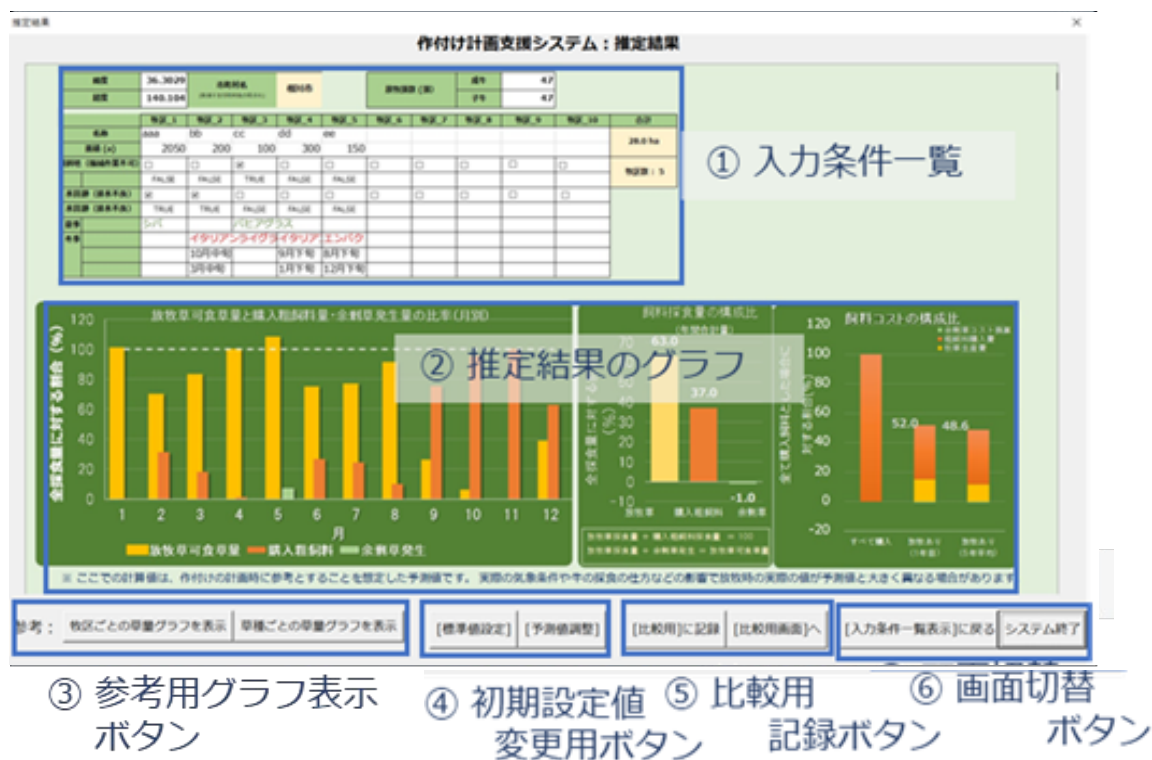
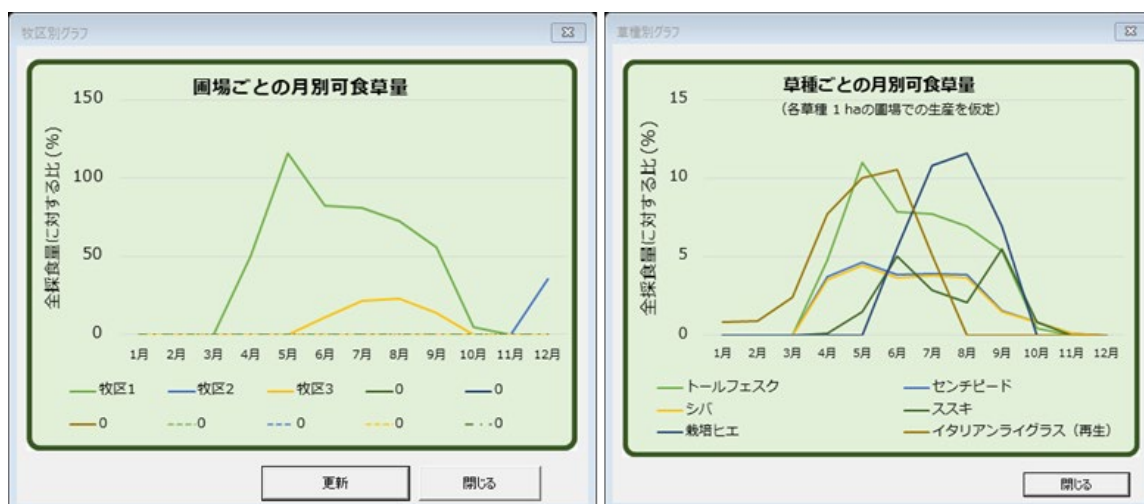

図13 推定結果表示画面
図14 圃場ごとおよび草種ごとの月別可食草量を表すグラフ
- 入力または最適化で決定した各種条件での生産量や生産コストの推定値が表示されます（図13）。ここでは、出力結果の見方（各項目の意味）を画面の操作と共に説明します。
- 入力した条件から、3種類のグラフが表示されます（図13②）。
- 入力条件も同時に表示されていますので（図13①）、参照しながら結果を確認してください。
- ✓ 各圃場の牧草生産量の予測値を月ごとに全圃場分を合算し、これに基づいて求められる「放牧草可食草量」、「購入粗飼料必要量」、「余剰草発生量」が月別にグラフ表示されます（図13②左）。いずれの量も全採食量の推定値（家畜合計体重比2%を仮定）に対する割合（%）で表示されています。
- ✓ 牛群が年間に採食する粗飼料のうち、放牧草と購入粗飼料が占める割合(%)がグラフ表示されます（図13②中央）。
- ✓ 飼料コストとして、放牧草生産費と粗飼料購入費が「すべて購入粗飼料で飼養した場合のコスト」に対する割合（％）としてグラフ表示されます（図13②右）。
- 月別の放牧草可食草量・購入粗飼料量のグラフ（図13②左）を見ながら、購入粗飼料が多い月に牧草の可食草量を増やせるような作付け計画とすることで、全体の飼料コスト（図13②右）を減らすことができます。
- 参考用グラフ表示ボタン（図13③）をクリックすると、圃場ごとや草種ごとの月別可食草量を表したグラフ（図14）が表示され、特定の月の可食草量の過不足に対し、変更する圃場や草種を選定する参考とすることができます。
- 初期設定値の変更ボタン（図13④）をクリックすると、コストや生産量の推定に用いる標準値を確認・変更する画面に移動します。初期設定値には、コスト計算に必要な基本的な項目を示す『標準値』と、予測値と実際とのズレを補正する『生産量予測値の調整係数』の2つがあります。いずれも、このままでも計算はできますが、必要に応じて実状に合った値に変更することができます。
- ✓ デフォルト値の1（倍）を変更することで、予測値が「元の予測値 × 係数」に調整されます。推定結果画面（図13）で生産量の予測値を確認しながら、適切な係数の値を選んでください。